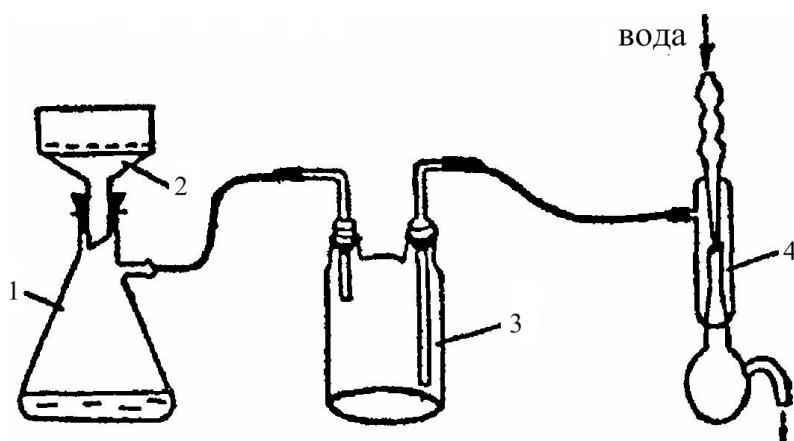

Рис. 4. Лабораторний нутч-фільтр:
4. *Кристалізація і фільтрація.* При охолодженні гарячого фільтрату до кімнатної температури відбувається кристалізація бензенової кислоти. Кристали чистої речовини відділяють на лабораторному нутч-фільтрі (рис. 4), промиваючи її невеликою кількістю розчинника.